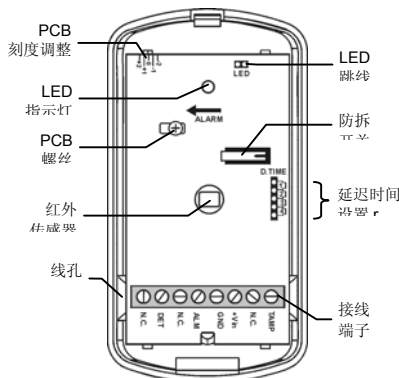

图 1: Arrow XL (内部图)
**步行测试:** 步行测试可以用于测试安装的质量。在进行步行测试之前，通过设置报警延迟跳线将报警延迟设为 5 秒——位置图 1。在进行步行测试前，离开被保护区域 10 秒钟，直到 LED 灯熄灭时再进入；在测试人员刚进入防护区域时，红 LED 及绿 LED 灯会相继亮起一见 LED 指示。测试允许方向的移动时（见 LED 指示），先离开安装点墙壁几米远，然后直接走入防护区域，绿 LED 灯亮起，显示允许方向的移动被探测到。